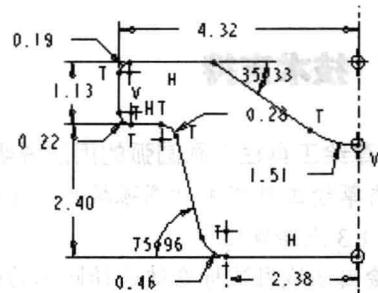

图 1-29 标注尺寸
8) 标注尺寸。单击工具条中的“标注尺寸”按钮 , 选择要标注尺寸的地方进行尺寸标注, 单击鼠标中键结束, 如图 1-29 所示。